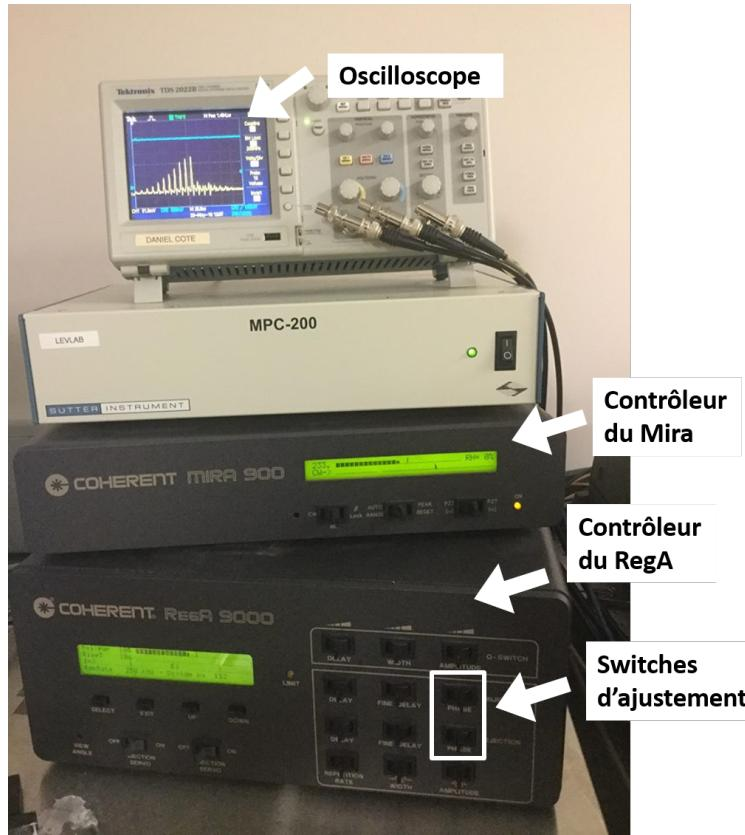

Figure 5 – Contrôleurs
5. Sur le *contrôleur du Mira* (voir figure 5), mettre la bascule de gauche sur *ML*.
6. Sur le *contrôleur du Mira*, vérifier que le taux d'humidité (RH) est entre 0% et 5%. Si non, augmenter le flux d'azote fourni au système, i.e. :
9. Maximiser la stabilité du signal en ajustant les *switches* (voir figure 5). Il ne devrait pas être nécessaire de toucher aux autres boutons des contrôleurs.